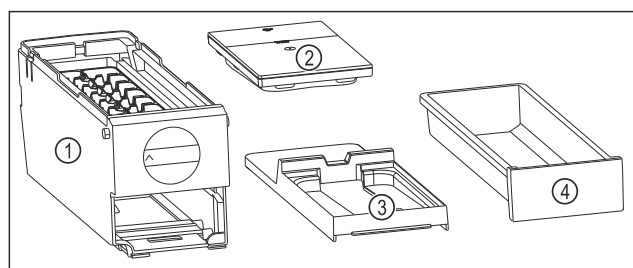

Fig. 156 Composants de l'EasyTwist-Ice
- L'EasyTwist-Ice est démonté en quatre parties. (voir Fig. 156)
- Ne démonter l'EasyTwist-Ice que de la manière illustrée. (voir Fig. 156)
- Nettoyer le corps de l'EasyTwist-Ice Fig. 156 (1) dans son ensemble.